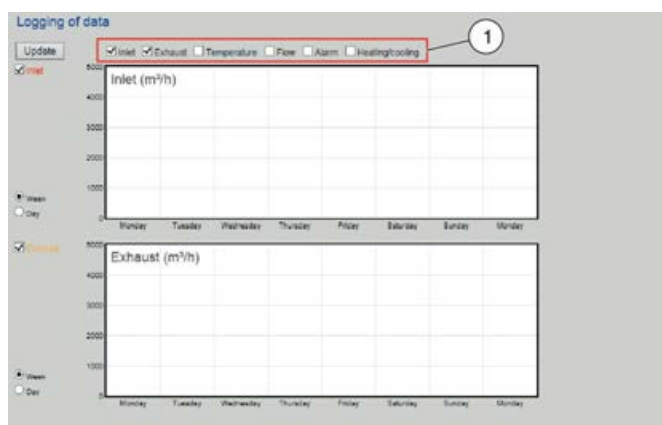

Fig. 36: Visualización de los valores medidos
La pantalla «*Registro de datos*» (Fig. 36) permite ver los valores medidos de los últimos 7 días o de las últimas 24 horas. Puede ver los siguientes valores medidos:
2. ▶ Seleccione el parámetro para el que desea ver los valores medidos (Fig. 36 /1).